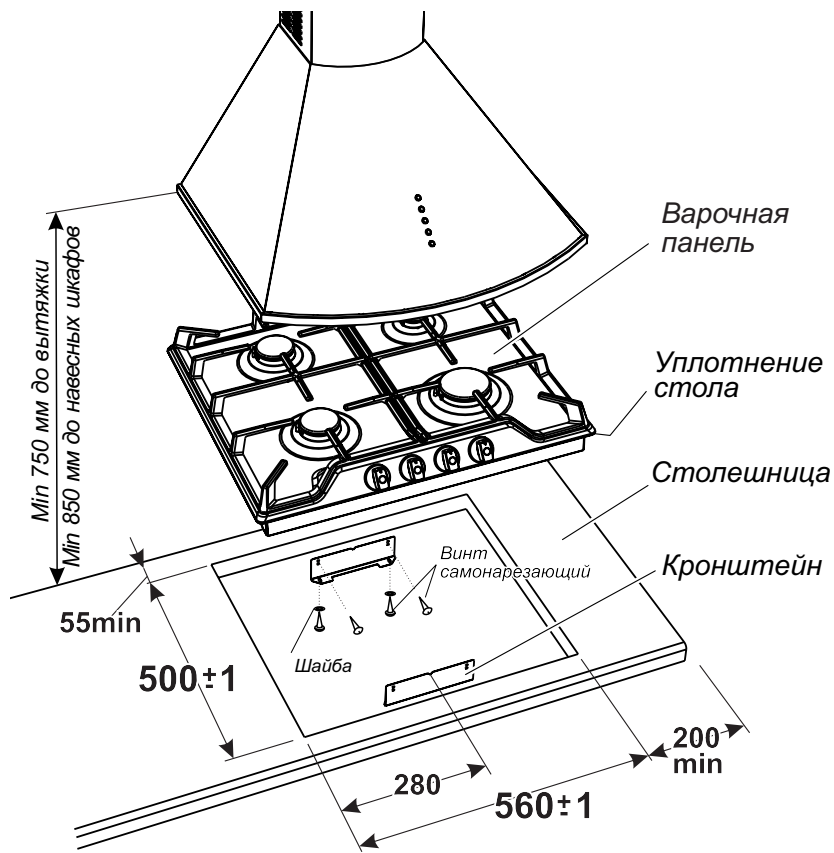

Рис. 4 ПВГ 1212; -01
1. Точно разметить на столешнице контур проема под варочную панель в соответствии с рис. 4, 5.